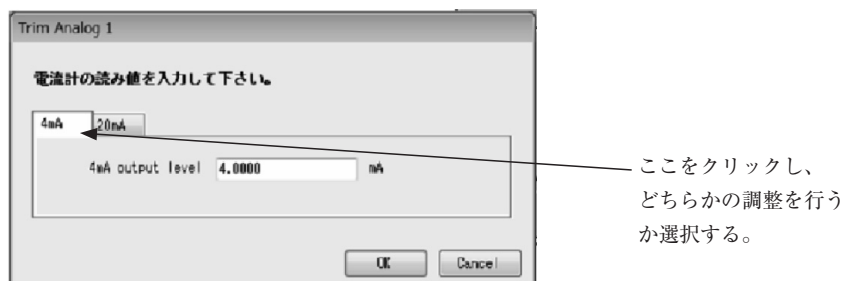

図147
- ④ 図145のウィンドウにて「4mA ~ 20mA」を選択し「OK」ボタンをクリックした場合、図147のようなウィンドウが現れますので、4mA、20mAのどちらかの調整を行うか選択します。ここでは4mAの調整を行い、続いて20mAの調整を行う順番で説明します。
- ⑤ 20mAの調整を行うには、図147のウィンドウにて20mA側をクリックし、4mAの調整と同様に、接続した電流計の指示が20mAになるように調整を行ってください。